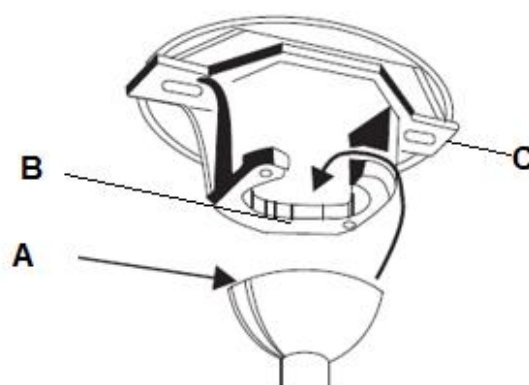

Abb. 8
Setzen Sie den kompletten Ventilator in die Halterung ein. Die Sicherungsnut (A) der Kugelaufhängung muss in den Anschlag (B) der Halterung (C) greifen, um ein Verdrehen des Ventilators im Betrieb zu verhindern. (Abb. 8)